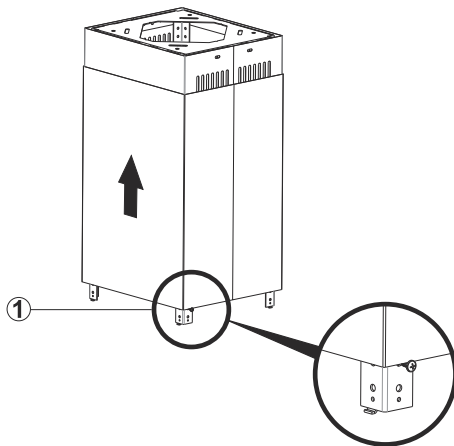

Fig. 12
1. ➤ Tryck ny skorstenarna över stängerna(Fig. 12).
2. ➤ Skruva en stk 3,5 x 9,5 skruvar (1) halvvägs in på sidan av en av stängerna, du kan nu sätta skorstenarna på skruven för att montera dem senare(Fig. 12).